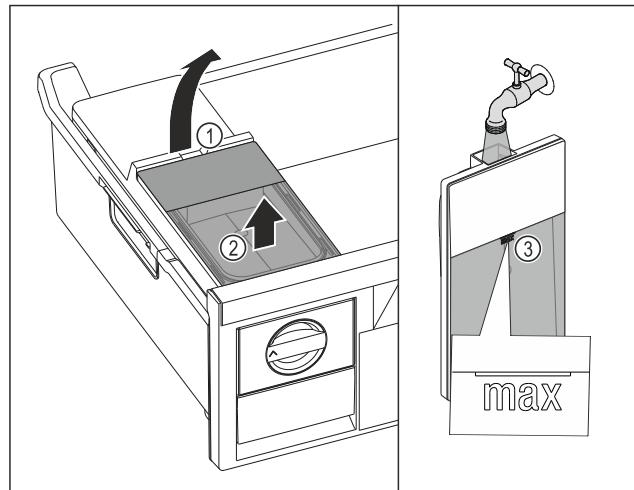

Fig. 128
- ▶ 从凹槽 Fig. 128 (1) 抬起水箱。
- ▶ 向上取出水箱。Fig. 128 (2)
- ▶ 向水箱注入饮用水，直至标记 Fig. 128 (3)。